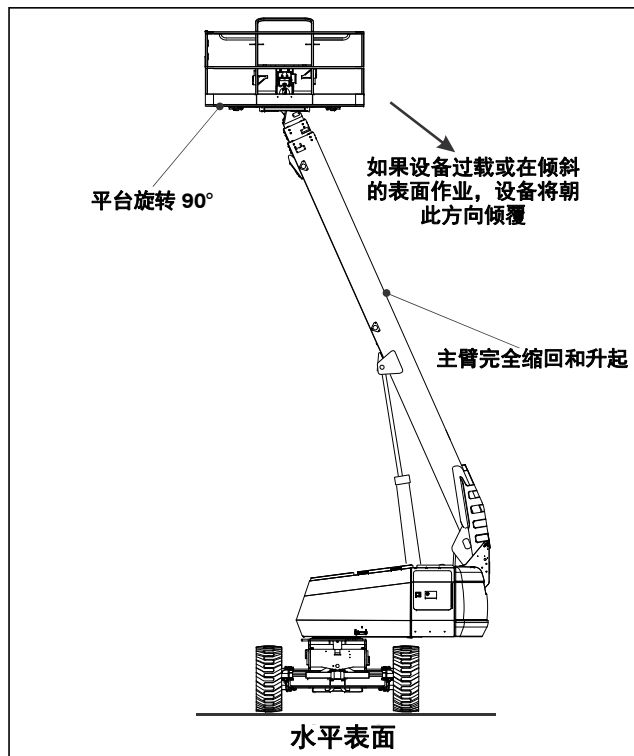

图 4-1. 最小后向稳定性位置
设备稳定性基于下面两 (2) 个位置，分别被称为“前向”和“后向”稳定性。图 4-2.，最小前向稳定性位置显示了设备最小“前向”稳定性的位置，图 4-1.，最小后向稳定性位置显示了设备最小“后向”稳定性的位置。